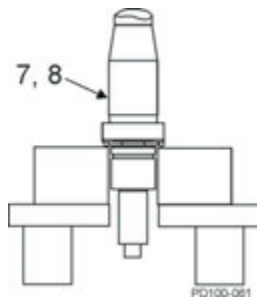

Abb.77 Schmieren der Welle
1. Schmieren Sie den vorderen Lagerbereich der Welle (Abb.77, Pos 7 und 8) mit Öl oder Fett. Platzieren Sie diese aufrecht in einer Hydraulikpresse mit dem Förderende nach unten.